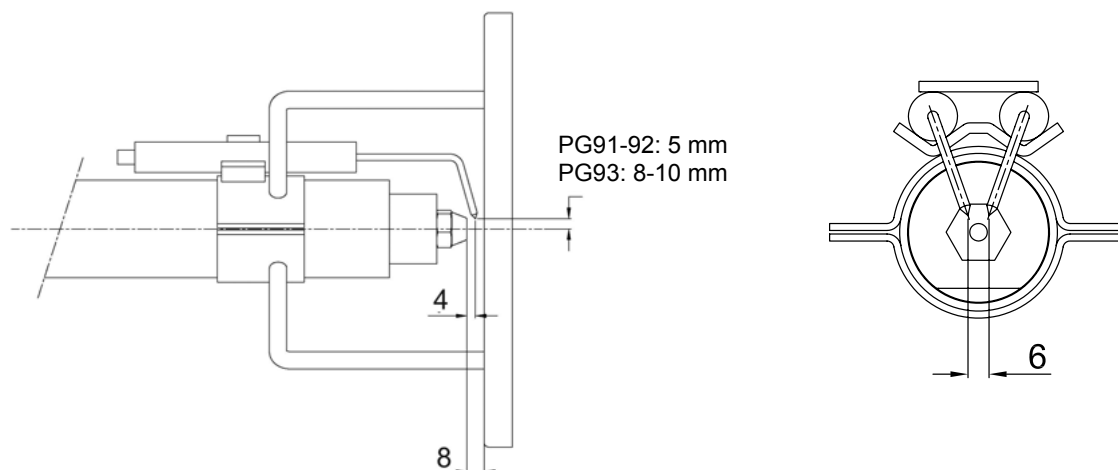

Fig. 23
- Desmontaje, examen y limpieza cabeza de combustión (vease parrafo), durante el montaje respetar escrupulosamente las tolerancia explicadas en Fig. 23.
- Examen electrodos de encendido y su correspondiente aislamiento cerámico, limpieza inspección y si es necesario sustitución (ver Fig. 23).
A fin de garantizar un buen encendido es necesario respetar las medidas (en mm) reportadas en la Fig. 23.